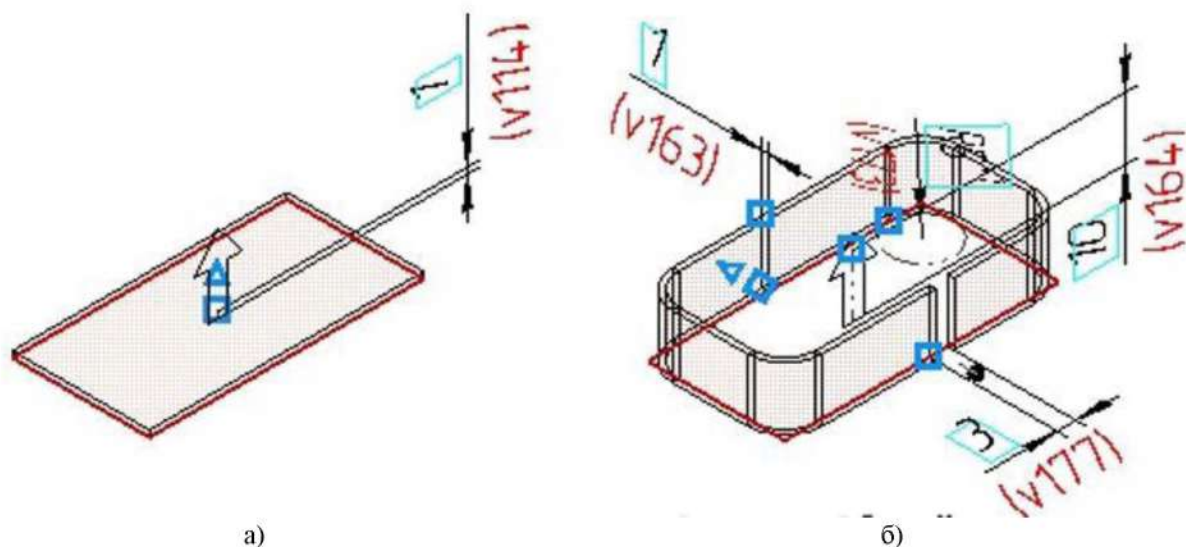

Рисунок 2.5. Формообразующие операции листовых тел: а) листовое тело; б) обечайка
- листовое тело (рисунок 2.5, а);
- обечайка (рисунок 2.5, б).